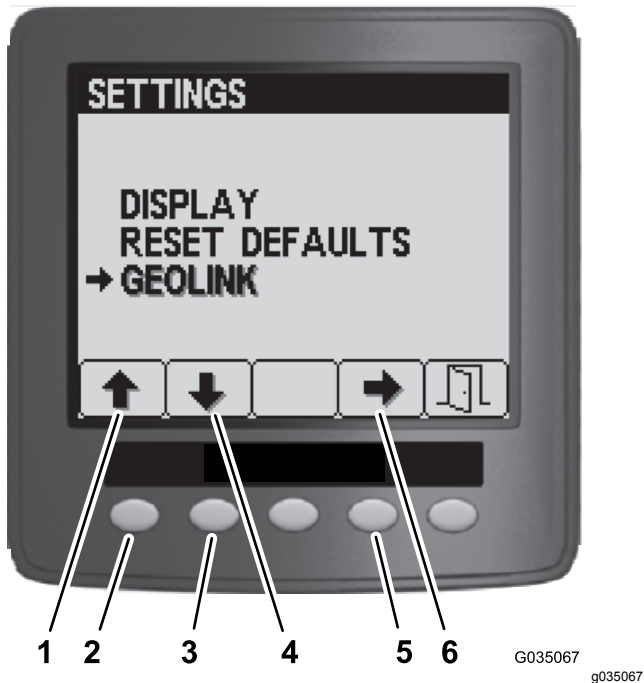

Figura 97
4. En el menú de Ajustes, pulse el botón 1 o 2 hasta que la opción de GeoLink quede resaltada, y pulse el botón 4 para navegar por los menús de GeoLink (Figura 97).